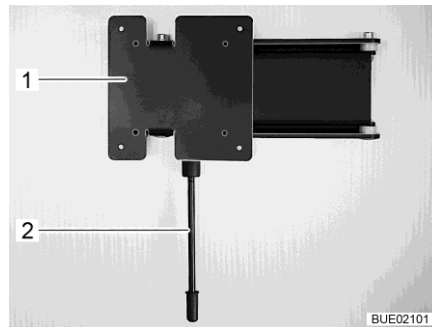

Fig. 86 Soporte de pared
- Tirar la palanca de desbloqueo (Fig. 86,1) hacia abajo y girar el soporte (Fig. 86,2) con la pantalla plana a la posición deseada.